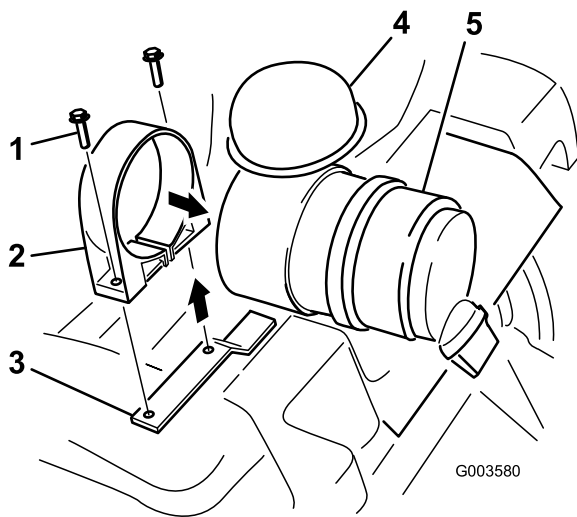

Bild 3
6. Öffnen Sie den Luftfilterriemen und ziehen Sie ihn über das Ende der Glocke, an dem Sie den Filter herausgenommen haben (Bild 3).